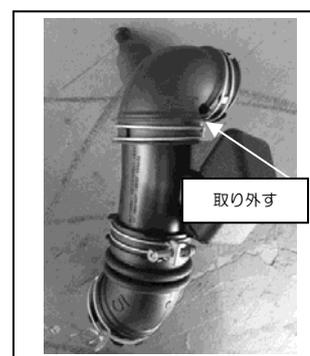

図 9
- ④取り外したサクシオンホースより、図のエルボ部分を取り外します。(図 9 参照)